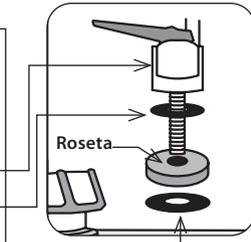

Fig. 7
4. Colocar las piezas que van sobre la tarja* e insertar la llave despachadora. (Ver Fig. 7).